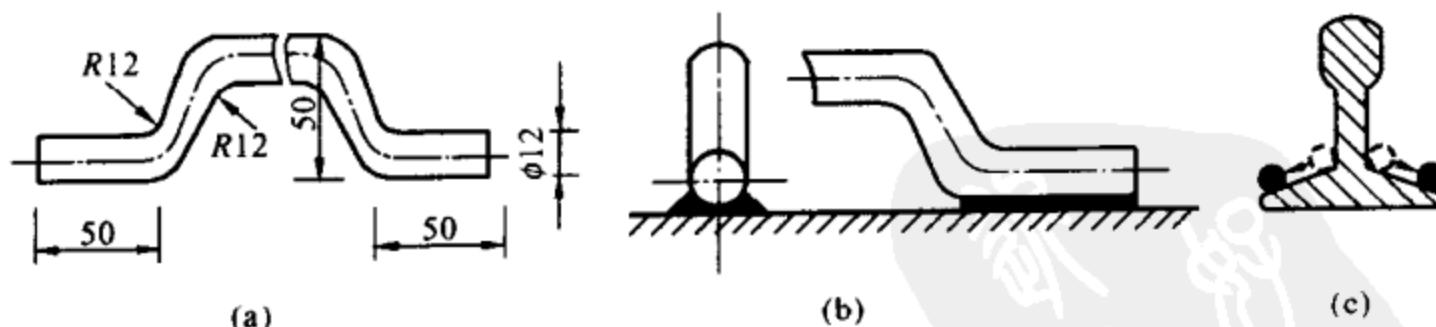

图 1-4 轨缝连接线示意图
(1) 选用合适的连接导体材料，并且用两根相同的连接线，平行并联焊在钢轨底脚上平面的两侧。连接线导体材料推荐选用 $\phi 12\text{mm}$ 圆钢，下料长度 500mm，最长不得超过 526mm。单根导体电阻值 0.000456Ω，两根并联电阻值 0.000228Ω。缓冲弯曲率半径 R_{12} ，如图 1-4 (a) 所示。
(2) 改善焊接工艺，提高焊接质量。连接线每端施焊方法如图 1-4 (b) 所示，焊缝应均匀堆满，厚度不应小于 3mm，以保证足够的机械强度和合格的电阻值；同时为了更换钢轨夹板时不需切断连接线，连接线焊接的位置可稍向轨脚外侧移一些，如图 1-4 (c) 所示（空心圆移至实心圆），保证有足够的空间以便于更换夹板。